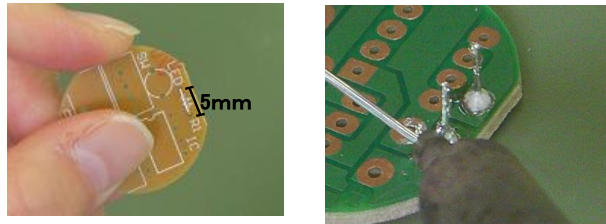

図3-3. 5mmのジャンパー線
- ③ 5mmのジャンパー線は図3-3. の様に取付けはんだ付けする。